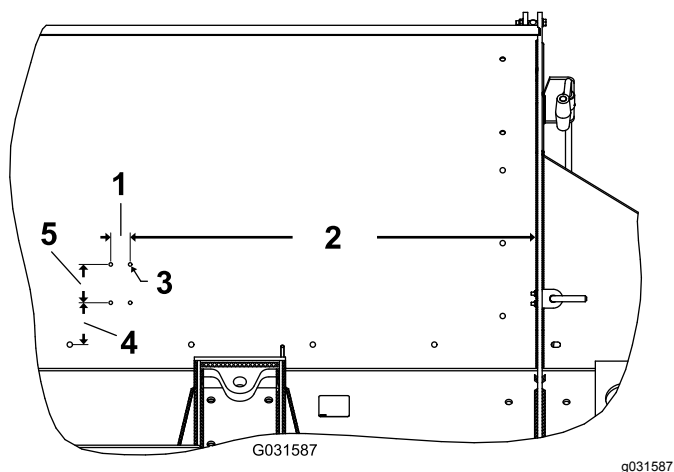

Figura 12
- Praticate 4 fori di montaggio (7 mm) sul lato della tramoggia. Fate riferimento alla Figura 12 per le dimensioni di perforazione.